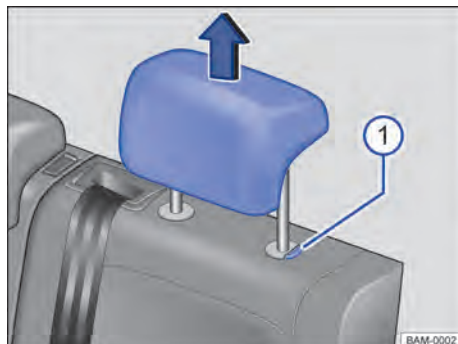

Fig. 67 Apoios para cabeça traseiros: desinstalar.
- Retirar o apoio para cabeça com o botão → Fig. 67 ① pressionado.
- Empurrar o apoio para cabeça para baixo com o botão → Fig. 67 ① pressionado.